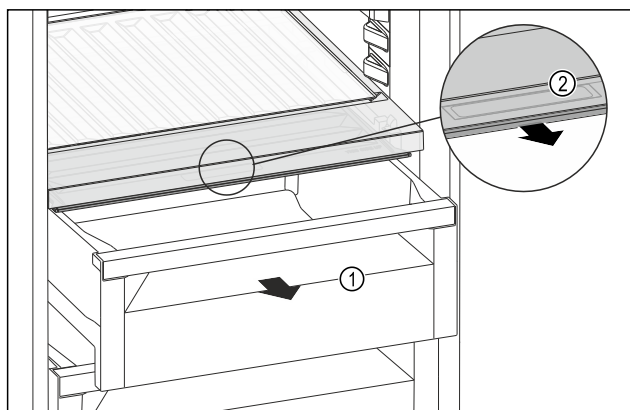

Fig. 88
- Izvucite ladicu Fig. 88 (1).
- Primite ručku Fig. 88 (2) na poklopcu pretinca i istodobno povucite poklopac pretinca prema naprijed.